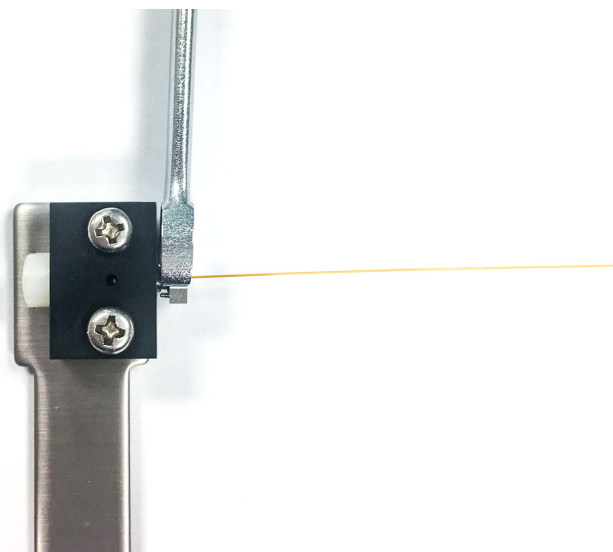

Figura 9. Apertar a porca interna
- c Verifique se a anilha está aderida à coluna. Caso esteja, pare. Caso não esteja, continue apertando a porca interna em pequenos incrementos de 5 a 15 graus. Faça uma verificação após cada incremento para se certificar de que a anilha está aderindo à coluna. Pare assim que a adesão ocorrer. Consulte **Figura 9**.